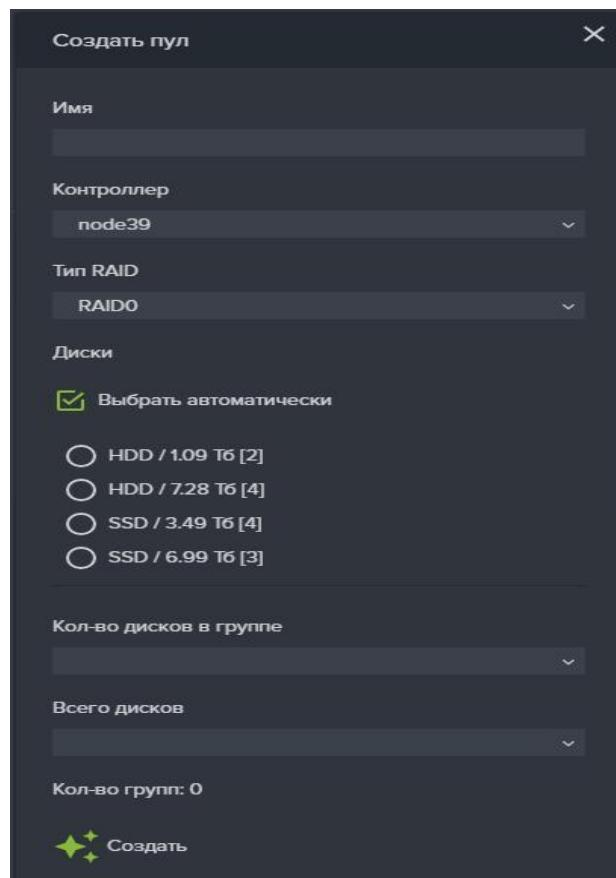

Рисунок 30. Настройки автоматически создаваемого пула
6. Выберите пункт «**Выбрать автоматически**». При этом окно создания пула примет вид как на Рисунок 30;